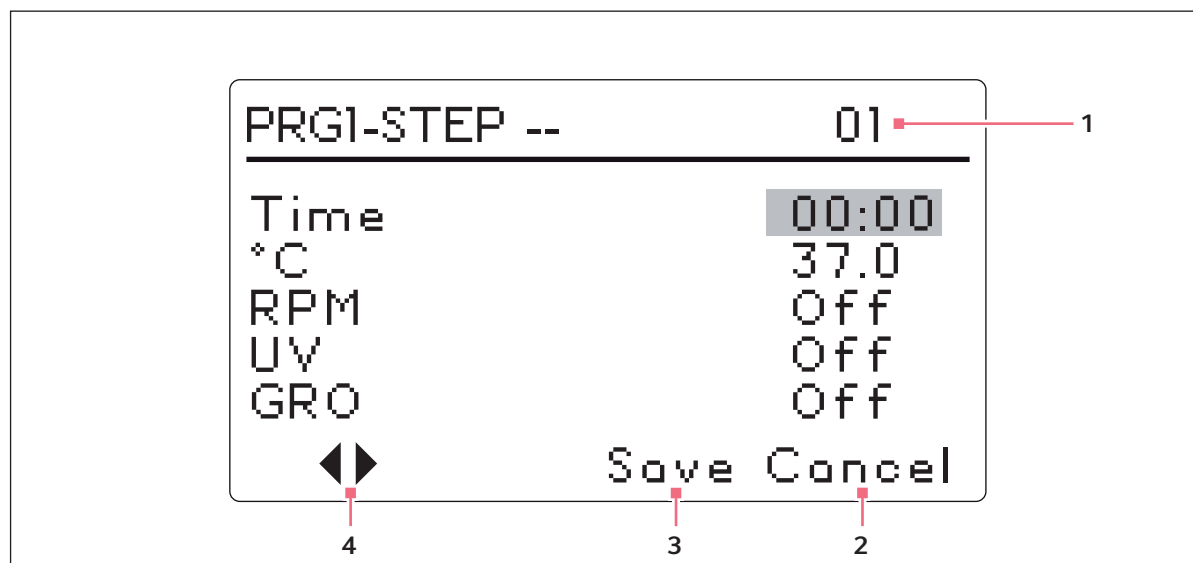

図 5-12: プログラム 1、ステップ 1
2. プッシュボタンをフィールド New にします。プッシュボタンを押して、このモードを選択します。プログラム 1 - ステップ 1 ("PRG1 -STEP -01") (参照: 図 5-12 P. 54) の画面が開きます: